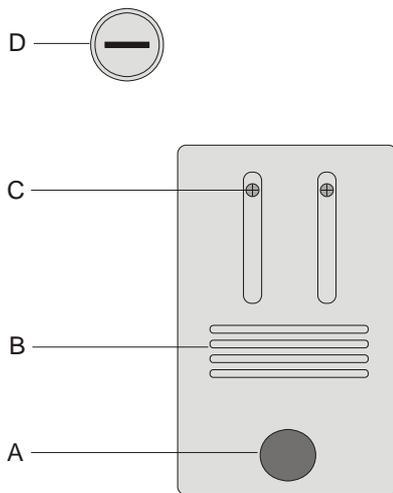

Fig. 1 Coperchio del vano lampadina: A vite a testa zigrinata, B fessure di ventilazione, C viti di fissaggio del portalamпада, D Portafusibili
- Allentare le viti C del vano lampadina e spostarle verso l'esterno in modo che si trovino nella posizione indicata in Fig. 1.